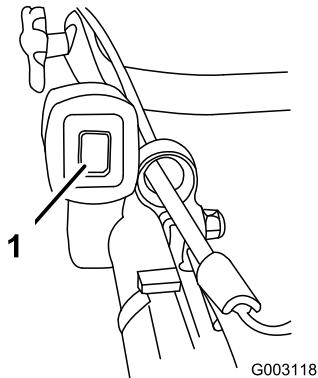

Figura 14
- Ponga el interruptor de encendido en la posición de Encendido (I) (Figura 14).